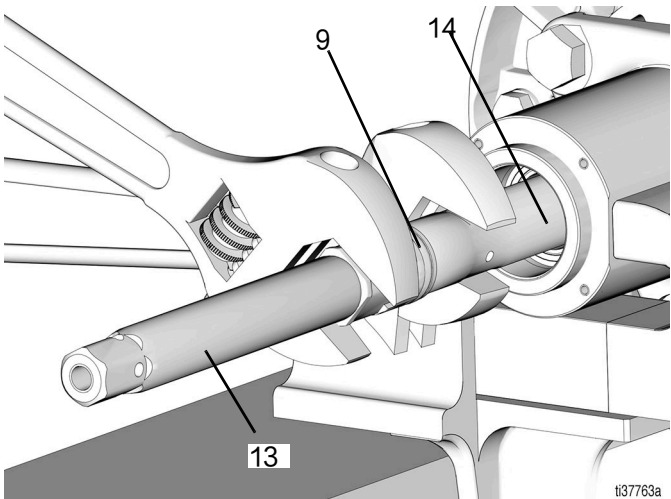

图 12
14. 将扳手放在活塞柱 (14) 平面上, 并将另一个扳手放在流体活塞 (9) 平面上。松开并拆下流体活塞 (9) (图 12)。